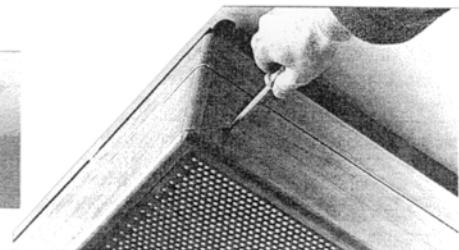

Fig.13
- Afhankelijk van het model (overige modellen; zie fig. 13) de klep wordt geopend voor toegang tot de filters. De klep begeleiden tot deze geheel open is.